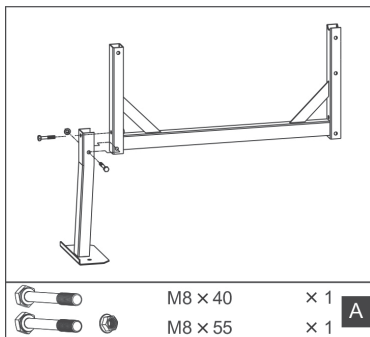

Bild 4
1. Montera stativet på trummans ram. Använd tillbehör med märkningen (A), bild 4.